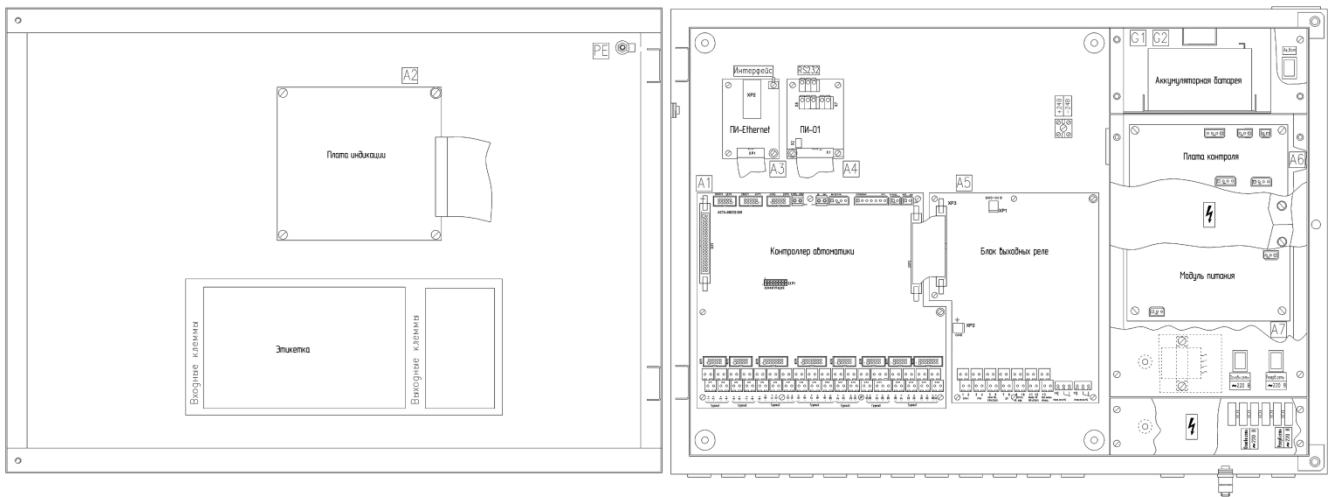

Рисунок 3.3 - Расположение плат «БУНС-Н6-Е»
2.21 БУНС имеет выходные клеммы от встроенного ИБП напряжения 24 В, ток нагрузки до 250 мА (см. рисунок 3.3, клемма «24 В»), предназначенные для питания внешних устройств (например, световых табло в помещении насосной станции).